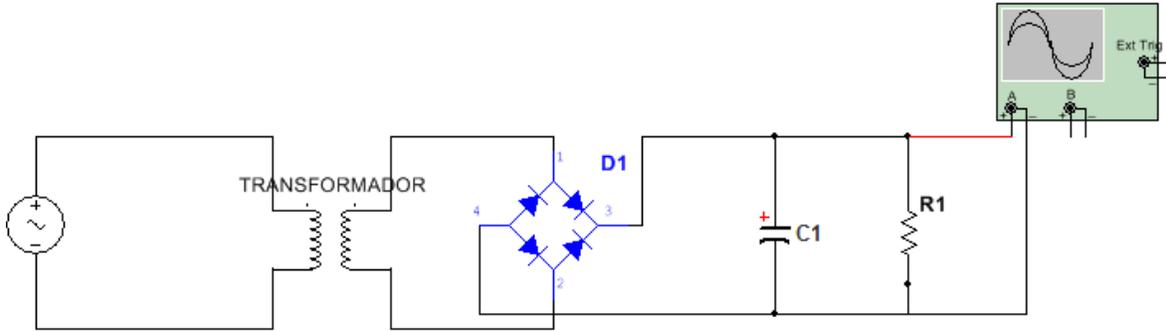
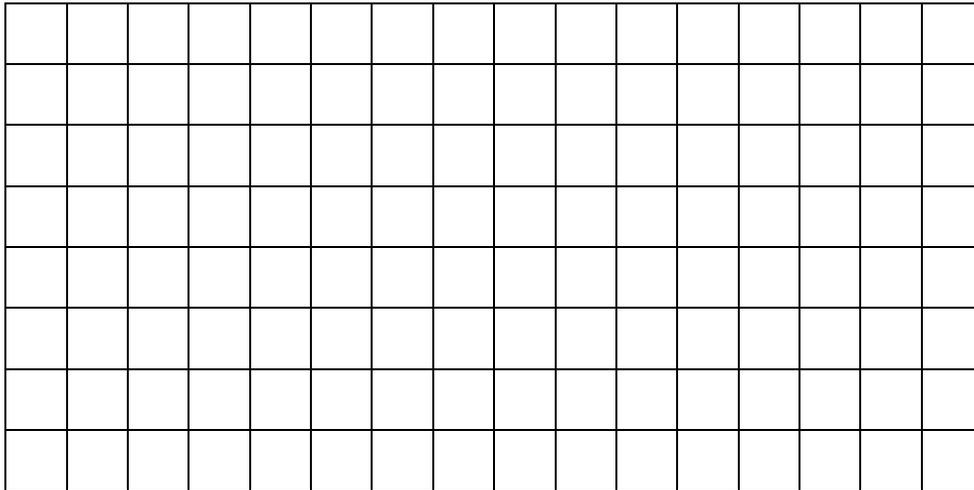

Figura 3.10. Circuito rectificador de media onda.
Figura 3.11. Oscilograma de la figura 3.10.
2. Agregue un capacitor electrolítico de $22\ \mu\text{F}$ a 50V (C1) al circuito anterior, paralelo a la resistencia (figura 3.10). Con el osciloscopio observe la forma de onda del voltaje en el resistor y dibuje el oscilograma (figura 3.11). **Nota: Verifique la polaridad del capacitor, de lo contrario podría sufrir un accidente.**